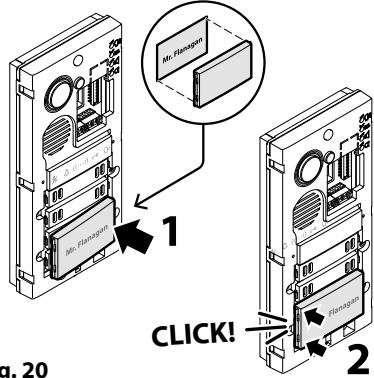

Fig. 20
2. Posizionare i cartellini desiderati (layout a due o quattro pulsanti) prima su un lato e poi premendo delicatamente sull'altro fino a sentire un **CLICK!** Effettuare le opportune impostazioni dei dip-switch (**Fig. 20**).